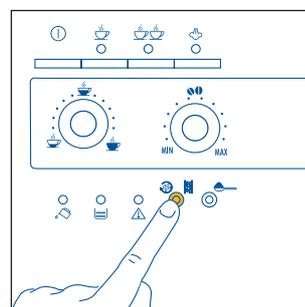

Fig.14
1) Se tirar uma chávena de café curto (inferior a 60cc) logo depois de ligar a máquina, utilize a água quente do enxaguamento para pré-aquecer as chávenas (consulte o conselho no par. 4.3 ponto 5). **Se, porém, decorrerem mais de 2/3 minutos após a preparação do último café, antes de tirar novamente um café é necessário pré-aquecer o infusor premindo a tecla   (fig. 14).** Deixe que a água flua para a pingadeira subjacente ou utilize esta água para encher (e